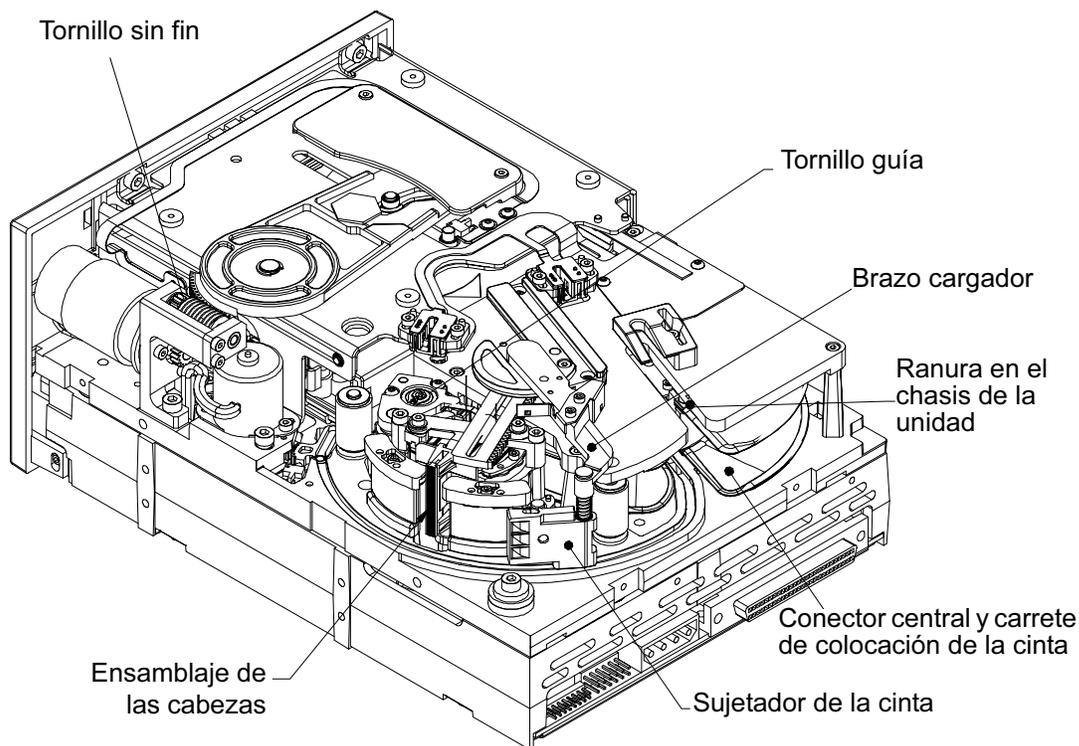

Figura 23. Componentes más importantes de las unidades LTO-1 y LTO-2
Si el cartucho está cargado y asentado, y la cinta está total o parcialmente ensartada en la unidad, siga estos pasos. Para llevar a cabo estos pasos necesitará un destornillador pequeño de cabeza plana y una llave hexagonal de 1,5 mm. La Figura 23 en la página 83 muestra los componentes más importantes del mecanismo de la unidad a los que se hace referencia en el procedimiento siguiente.
6. Gire el conector central para alinear la ranura en el mismo con la ranura en el chasis de la unidad (consulte la Figura 23 en la página 83).